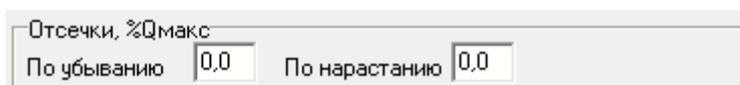

Рис.24. Вид области «Отсечки, %Qмакс».
3.3.2. В расходомере предусмотрена возможность установки отсечек снизу при изменении расхода **По нарастанию** и **По убыванию**. Параметры содержатся во вкладке **Основные параметры** в области **Отсечки, %Qмакс** (рис.24)